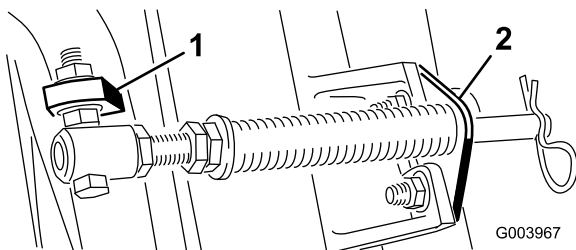

Figura 6
- C. Monte o parafuso no tubo da mola no separador oposto na estrutura de suporte e prenda com a porca flangeada. A cabeça do parafuso deve ser colocada no lado de fora do separador conforme ilustrado na Figura 6.
D. Monte o suporte da barra nos separadores da unidade de corte com os parafusos e porcas da carroçaria (Figura 6).